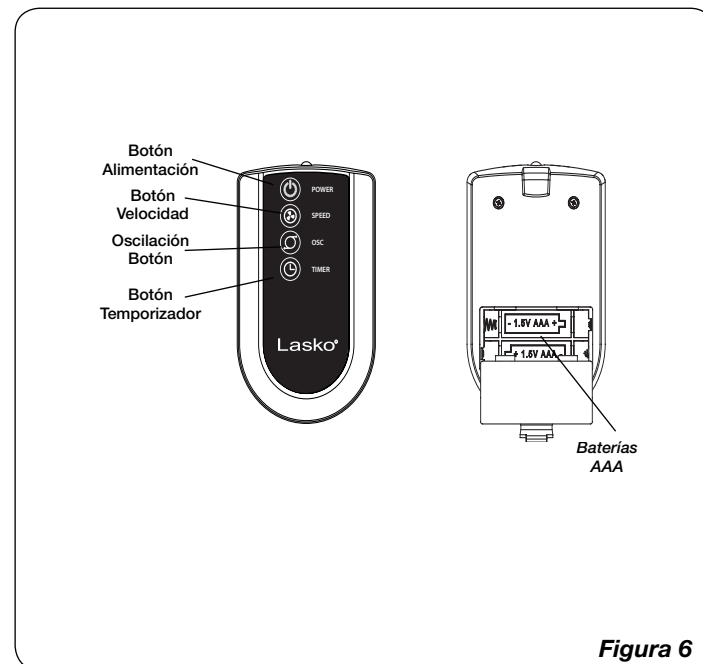
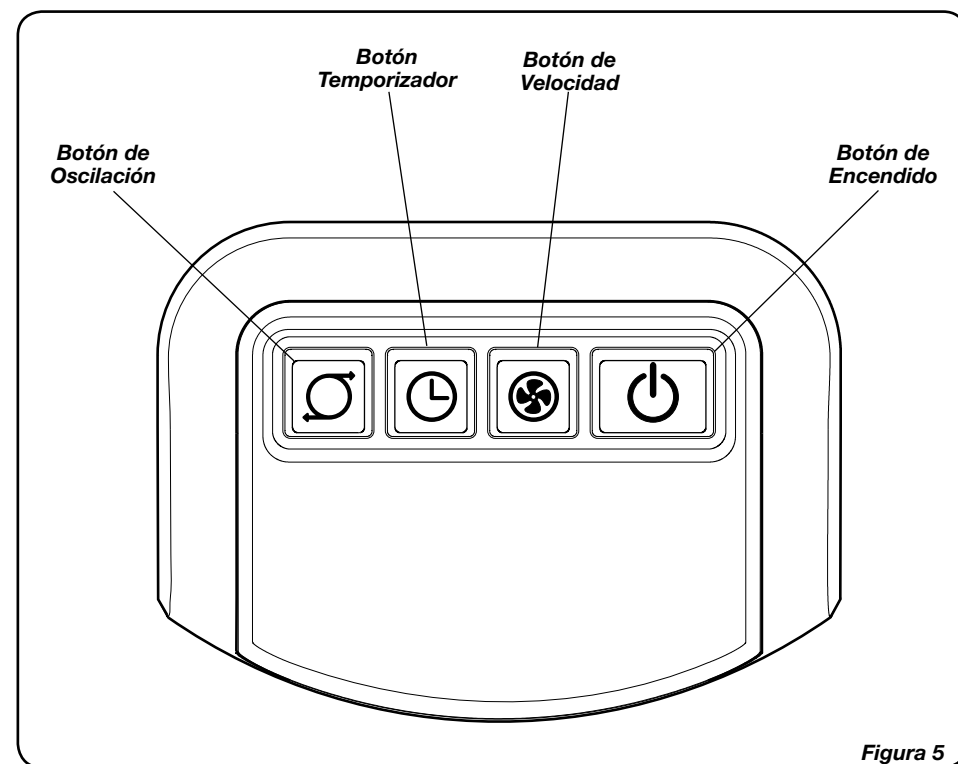

Figura 6
Figura 5
CONTROL REMOTO (Figura 6)
1. Instale la baterías (no suministró) como mostrado en la **Figura 6**. La batería es el tipo “AAA”.
Este Ventilador podrá hacerse funcionar mediante los controles manuales ubicados en la parte superior de la unidad (como se indica en la Figura 5) o con el Control Remoto (como se indica en la Figura 6).